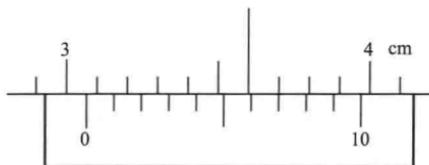

图 1-16 游标卡尺的读法
(1) 先判断精度, 如图 1-16 所示, 精度为 0.1mm。
(2) 读出主尺上的读数, 即从副尺的零刻度线对准的主尺位置, 读出主尺毫米刻度值 (取整毫米为整数 X), 如图 1-16 所示 $X=30\text{mm}$ 。
(3) 读出副尺上的读数, 即找出副尺的第几 (n) 刻线和主尺上某一刻线对齐, 则副尺读数为 $n \times \text{精度}$ (精度由副尺的分度决定), 如图 1-16 所示 $n=7$ 。
(4) 总测量长度为 $L=X+n \times \text{精度}$, 如图 1-16 所示 $L=30\text{mm}+7 \times 0.1\text{mm}=30.7\text{mm}$ 。